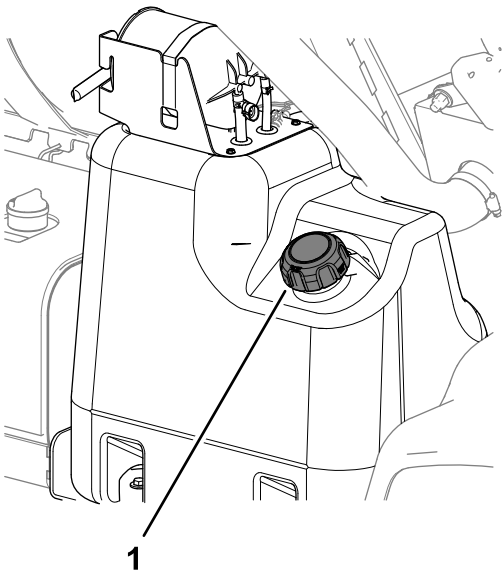

Figura 16
2. Limpie la zona alrededor del tapón del depósito de combustible (Figura 16).